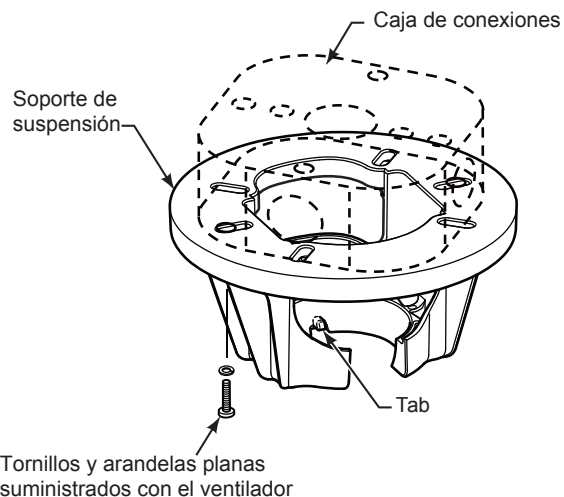

Figura 3
3. Afloje los dos tornillos de fijación del soporte del barral de soporte para techo a través de la varilla. Introduzca los cables a través de la varilla. (Figura 3)
1. Fije adecuadamente el soporte colgante a la caja de empalme del techo que sea aceptable para el soporte del techo. Usando los tornillos de la caja de salida #8-32 y las arandelas planas suministrado con el ventilador. (Figura 3)
NOTA: Se deben pasar los tornillos de la caja de conexiones a través de los orificios que se encuentran en el soporte de suspensión. (Figura 3)
- ☐ 3. Con cuidado, levante el ventilador y apoye la unidad del barral/de la semiesfera en el soporte de suspensión que acaba de fijar a la caja de conexiones. (Figura 4) Asegúrese de que la ranura en la semiesfera esté alineada con el reborde del soporte de suspensión. (Figura 3)
- ☐ 2. Deslice el receptor en el soporte de suspensión antes de realizar el cableado como se muestra en la figura 3.